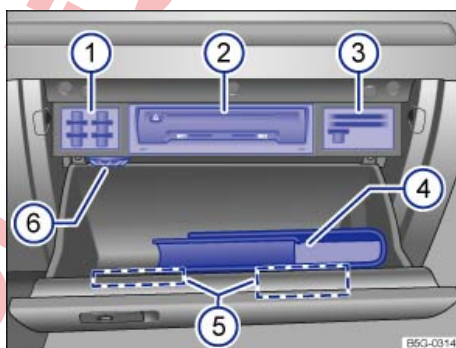

Fig. 152 Guantera abierta.
Leyenda de la fig. 152:
En la parte superior y en la tapa de la guantera puede haber unos soportes para tarjetas de memoria, tarjetas de plástico y monedas, así como un alojamiento para un estuche para gafas ⇒ fig. 152 ①, ③ y ⑤.